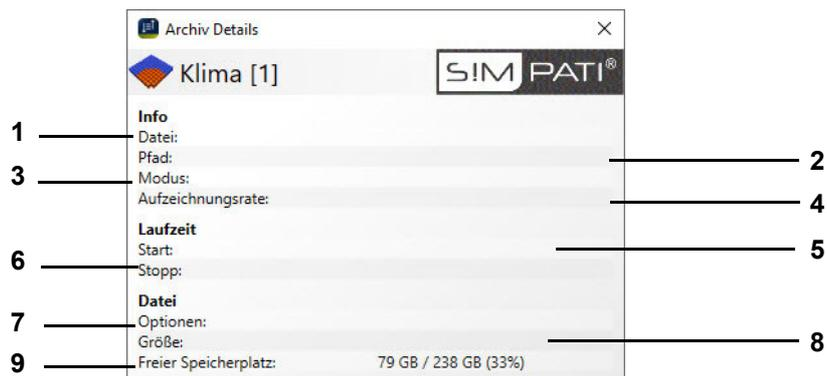

Abb. 10-5 Info-Fenster zur Archivierung im Automatik-/Programmbetrieb
- 12 Wird die Prüfung aufgezeichnet, steht Ihnen ein Menüfenster mit Archivierungs-Informationen zur Verfügung → *Abb. 10-5 »Info-Fenster zur Archivierung im Automatik-/Programmbetrieb«* (Seite 92).